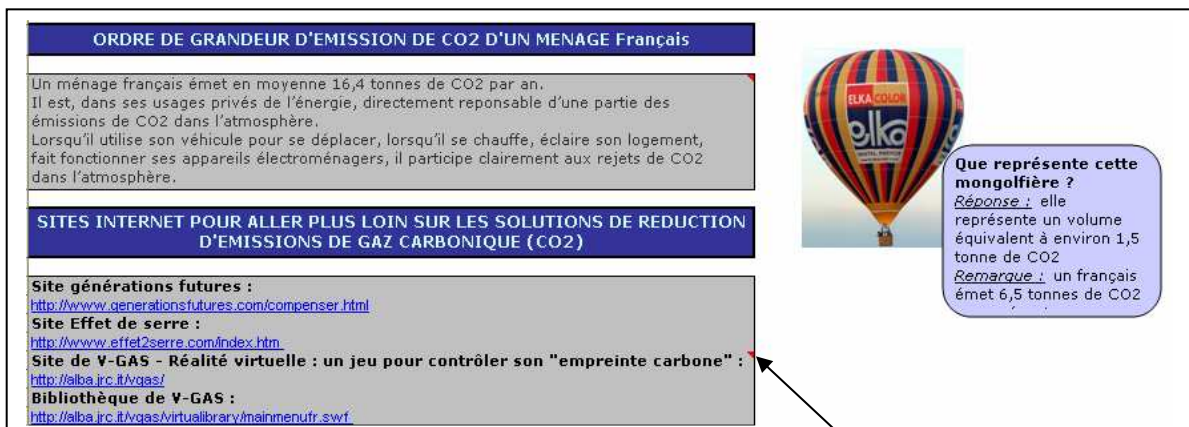

Fig.5
- Différentes informations (**Fig.5**) sur des ordres de grandeur d'émission de CO2 d'un ménage français et sur différents sites Internet permettant d'aller plus loin sur les solutions de réduction d'émissions de CO2.